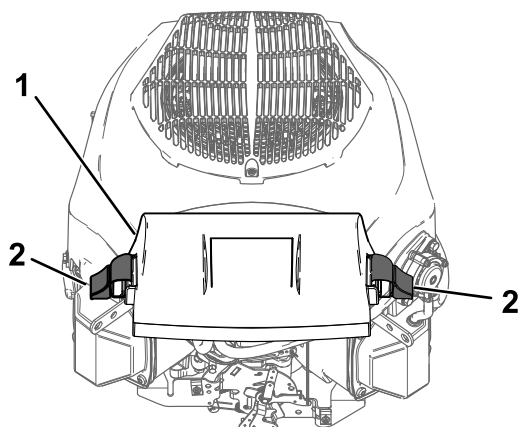

Figura 43
- Montați capacul i fixați-l cu clemele de fixare (Figura 43).